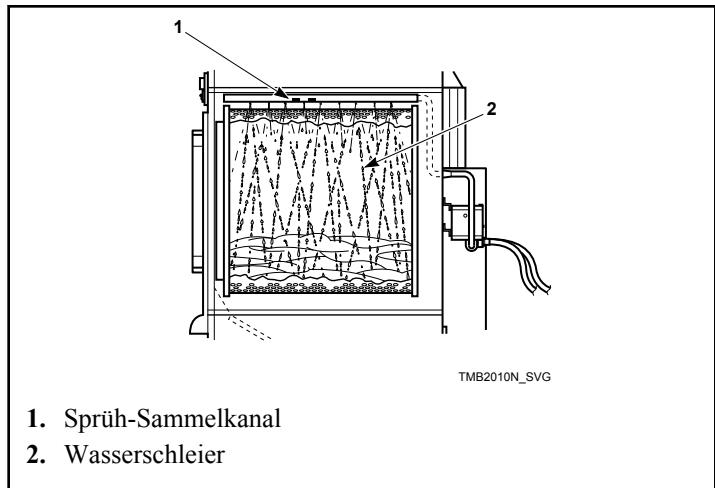

Abbildung 68
7. Nach 15 Sekunden langem Wassereinlass die Reset-Taste drücken und gedrückt halten, bis der Wasserschleier versiegt und das Licht ausgeht. Dies sollte etwa eine Sekunde dauern. Siehe *Abbildung 67* und *Abbildung 68*.